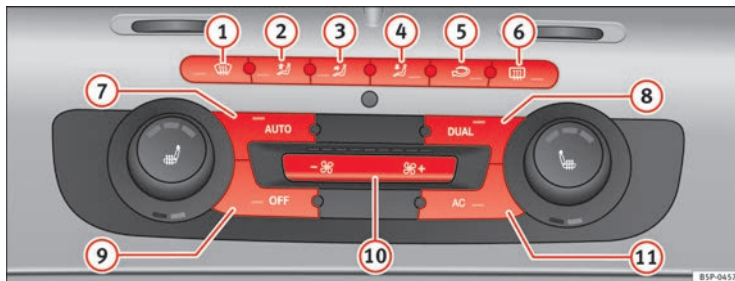

Abb. 135 Bedienelemente der 2C-Climatronic an der Instrumententafel.
- Zum Einschalten des manuellen Betriebs betätigen Sie eine der Tasten \Rightarrow Abb. 135 ① bis ⑤ oder aber die Gebläsetasten ⑩. Die jeweils eingestellte Funktion wird am Display des Radios bzw. des Navigationssystems angezeigt.
- Drücken Sie die Taste  ⇒ Abb. 135 , um den Umluftbetrieb ein- oder auszuschalten. Bei eingeschaltetem Umluftbetrieb erscheint am Display das Symbol .